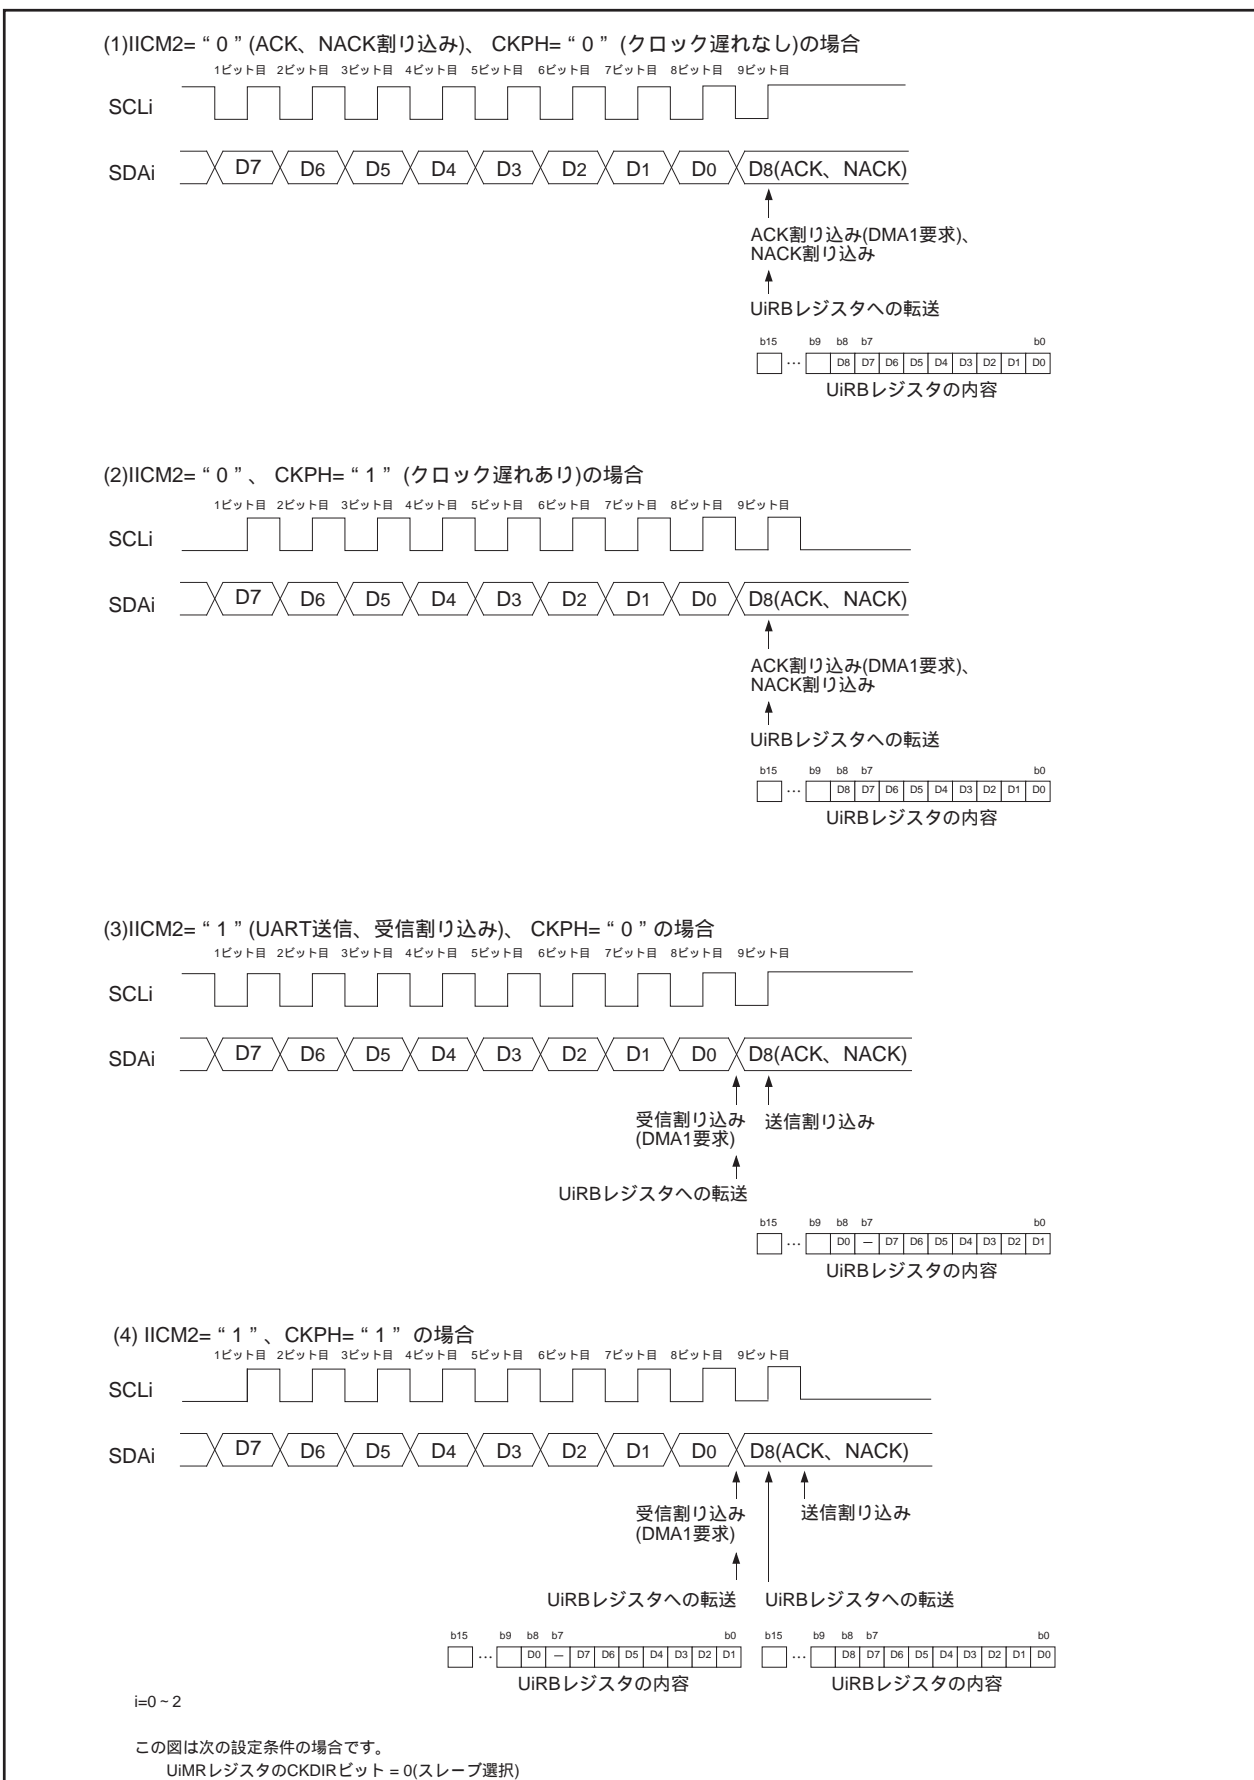

図1.16.2. UIRBレジスタへの転送、割り込みのタイミング
- 注6. 「図1.16.2 UiRBレジスタへの転送、割り込みのタイミング」参照。